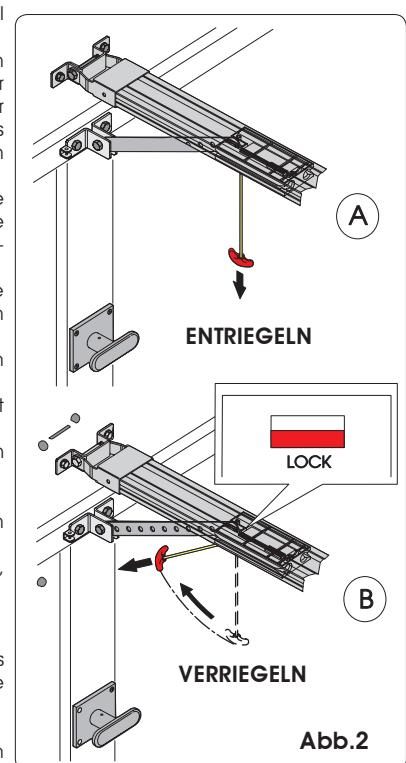

Abb.2
- Den Antrieb entriegeln und hierzu den Freigabeknauf nach unten ziehen (Abb. 2 Bez. A).
- Die Automatik erneut verriegeln und hierzu den Griff waagrecht ziehen (Abb. 2 Bez. B) und sicherstellen, dass das Fenster „LOCK“ unterhalb des Schlittens beim Loslassen rot ist. Dies bedeutet, dass der Betrieb ordnungsgemäß wiederhergestellt wurde.